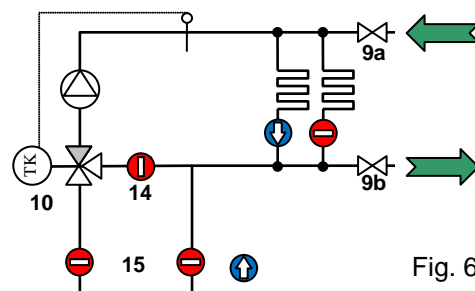

Fig. 6
Pour remplir et rincer les circuits de chauffage, brancher le tuyau de remplissage au robinet RRV de l'aller (Fig. 6_9a) et le tuyau de purge au robinet RRV du retour (Fig. 6_9b). Ouvrir le circuit de chauffage qui doit être rincé. Ouvrir les robinets RRV et rincer le circuit de chauffage dans le sens du débit, jusqu'à ce que l'air et d'éventuelles impuretés soient entièrement éliminés du circuit. Le clapet anti-retour (14) dans la dérivation de la mélangeuse empêche un court-circuit lors du rinçage.